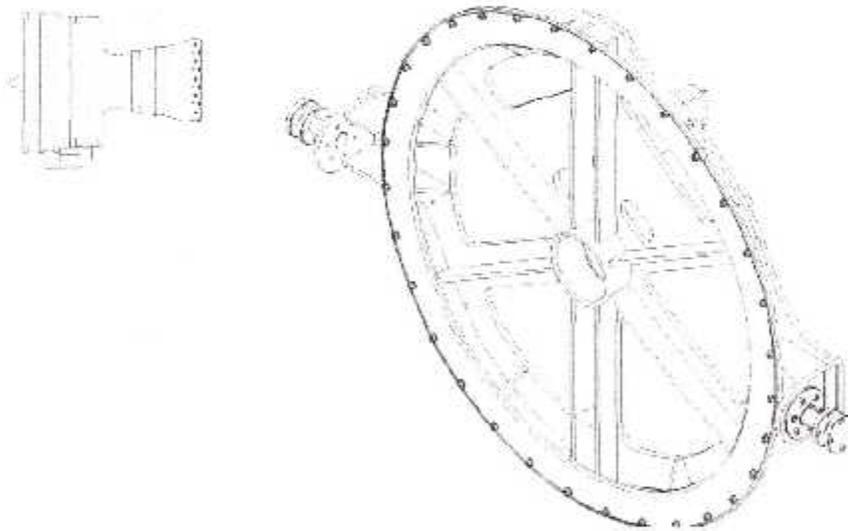

Fig. III. 27 : Dispositif Manuel, 856A3773G01
b. On installe le Dispositif Manuel, 856A3773G01 (fig. III. 27) comme suit.